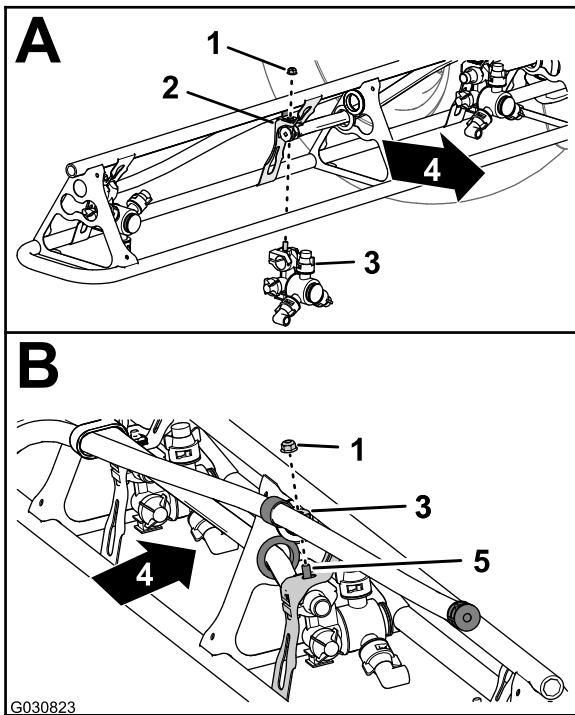

Figura 109
- En las posiciones de las boquillas 1 y 4, monte la boquilla de fumigación en el soporte de boquilla (Figura 109, A) con la contratuerca con arandela prensada (5/16") que retiró en el paso 2 de Retirada de las boquillas de fumigación de las secciones de brazos exteriores (página 46).
- En las posiciones de las boquillas 2 y 3, monte la boquilla de fumigación en el soporte de boquilla (Figura 109, A y B) con la contratuerca con arandela prensada (5/16") que retiró en el paso 2 de Retirada de las boquillas de fumigación de las secciones de brazos exteriores (página 46).